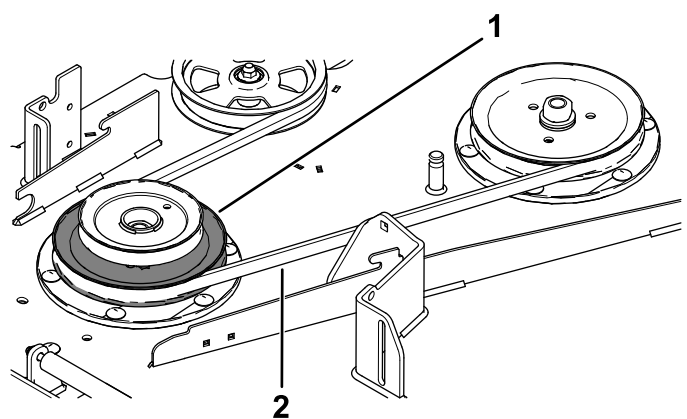

Figure 25
11. Chaussez la courroie du tablier sur la poulie inférieure de la double poulie (Figure 25).